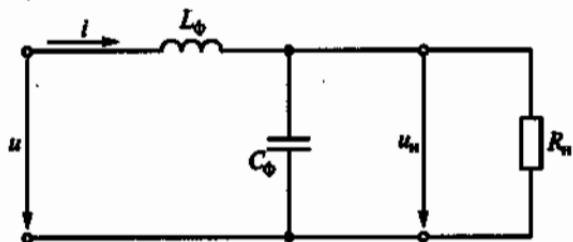

Рис. 118
3.83.Р. В цепи на рис. 118 для уменьшения пульсаций напряжения на нагрузке R_n , подключенной к двухполупериодному выпрямителю, использован Г-образный LC -фильтр. Каковы при этом коэффициенты пульсаций и слаживания фильтра, если $L_\phi = 2,6$ Гн, $C_\phi = 3,2$ мкФ, $R_n = 10$ кОм, напряжение на выходе выпрямителя